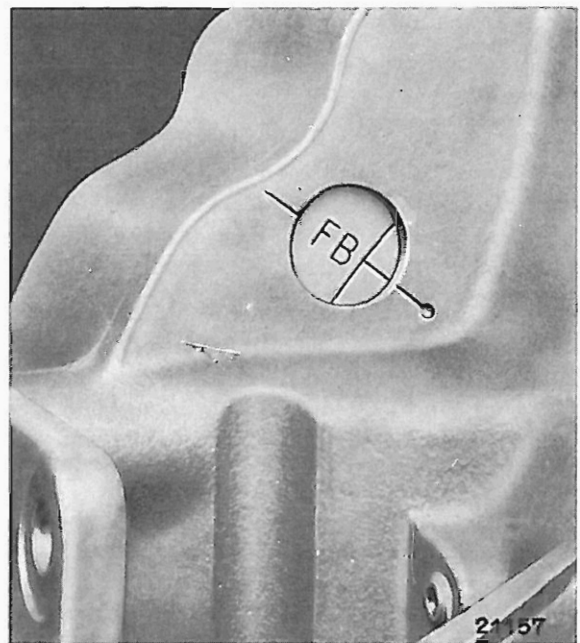

Bild 07–3/1
5. Innensechskantschraube auf vorderer Kupplungshälfte (4) ganz lösen (siehe Bild 07–3/2). Kupplungshälfte muß sich **leicht** auf dem Wellenstummel des Spritzverstellers verschieben lassen. Hierzu Spannschlitz der Kupplungshälfte mit entsprechendem Keil aufweiten.
7. Innensechskantschraube auf vorderer Kupplungshälfte (4) ganz lösen (siehe Bild 07–3/2). Kupplungshälfte muß sich **leicht** auf dem Wellenstummel des Spritzverstellers verschieben lassen. Hierzu Spannschlitz der Kupplungshälfte mit entsprechendem Keil aufweiten.
9. Kurbelwelle um etwa 30° zurückdrehen, dann wieder vordrehen, bis sich die Markierung „FB“ am Schwungrad mit der Marke am Kurbelgehäuse deckt. (Siehe Bild 07–3/1.)
10. Nockenwelle der Einspritzpumpe so drehen, daß Marke „FB“ auf der hinteren Kupplungshälfte (2) mit der Gegenmarkierung an der Einspritzpumpe (1) übereinstimmt. (Siehe Bild 07–3/2.)